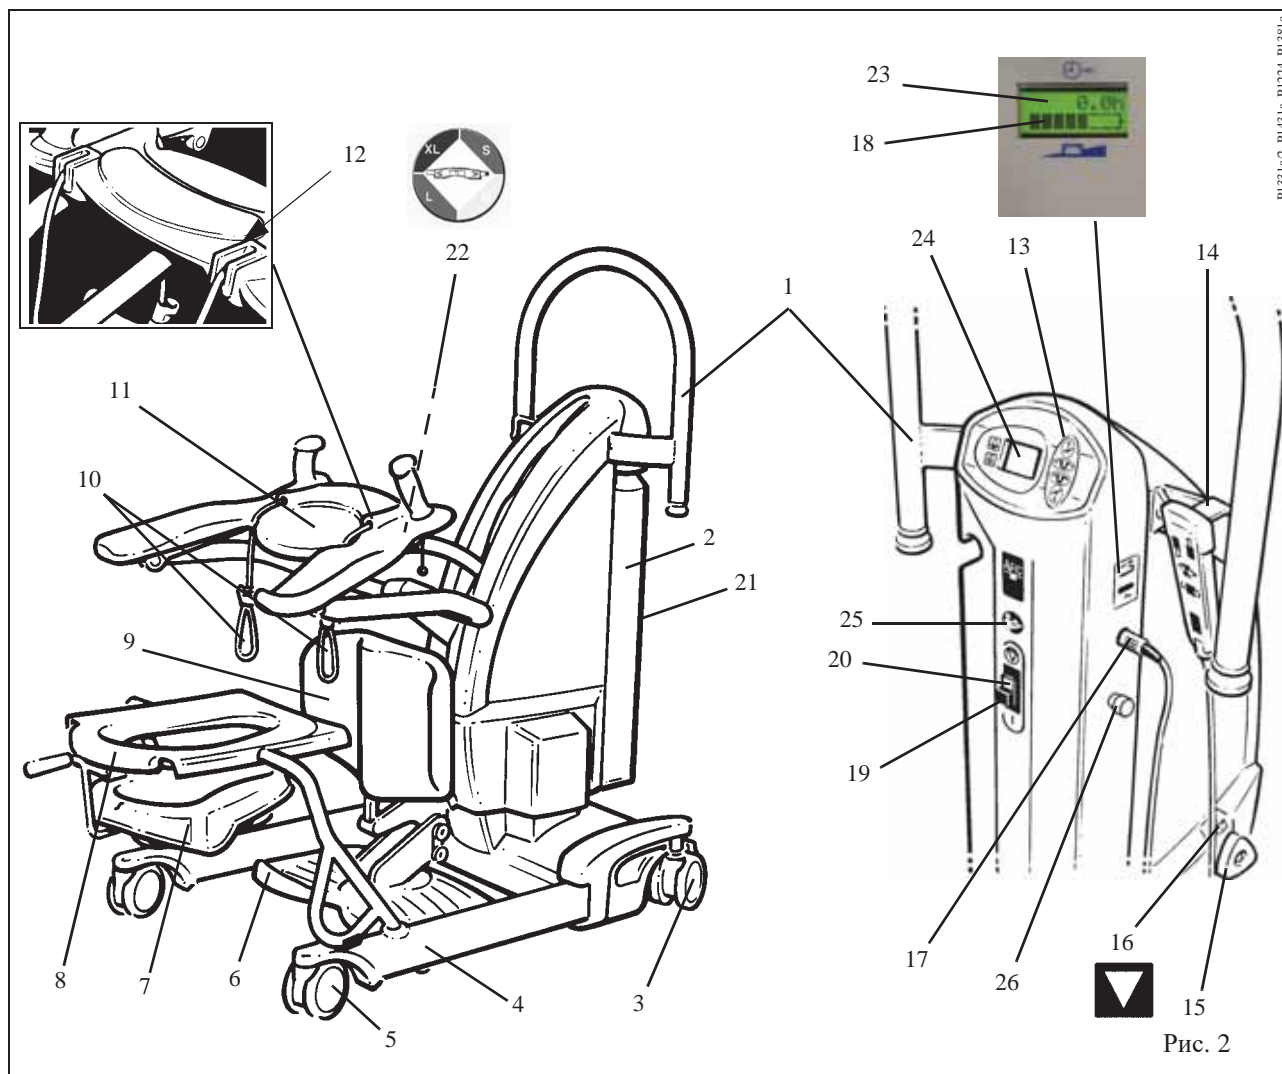

Рис. 2
3. Убедитесь, что зеленая кнопка перезапуска (на задней части стойки) не выступает (см. рис. 2 на стр. 7 в разделе «Назначение различных частей»).